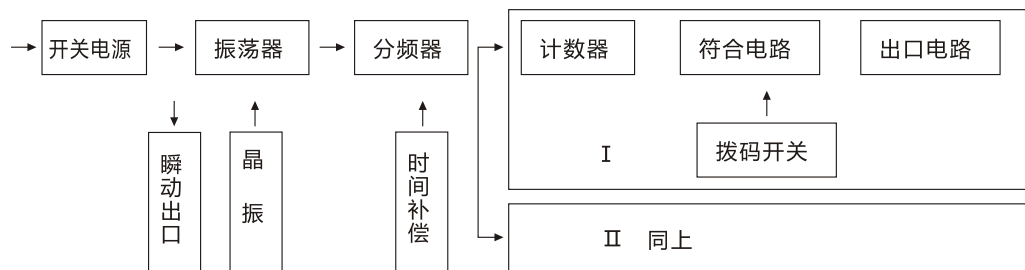

图 1
5、继电器原理图见图1。
SSJ-10采用HK-1壳体，见335页附图1。